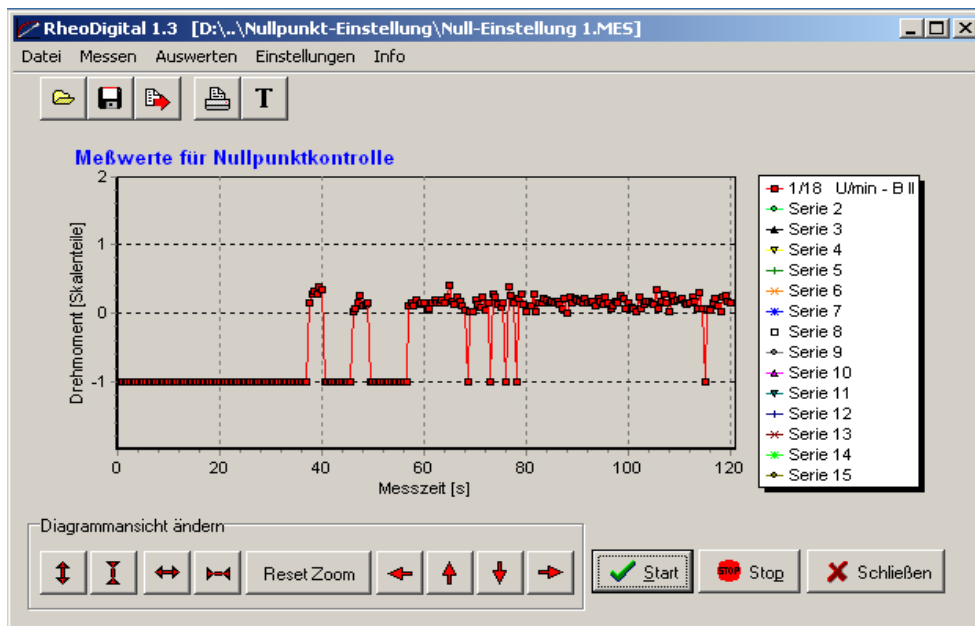

Abb.1 *Bildschirmansicht Nullpunkt-Einstellung*
Die nachfolgende Abbildung zeigt eine Bildschirmsicht der Messwertaufnahme. Danach liegen die Messwerte am Anfang bei $\alpha = -1$ Skalenteil. Diese Wertangabe ist relativ, da die Software alle Messwerte $\alpha < 0$ Skalenteile auf den Wert -1 setzt. D.h. aber auch, α kann wesentlich unter -1 liegen. Im gezeigten Beispiel ist das der Fall, da trotz Verstellen der Nullabgleichschraube (51) mehr als 30 s keine Änderung der Messwertanzeige erfolgt. Wie aus Abb.1 weiterhin zu entnehmen ist, gelingt erst danach durch weiteres Verstellen eine Annäherung an Null.